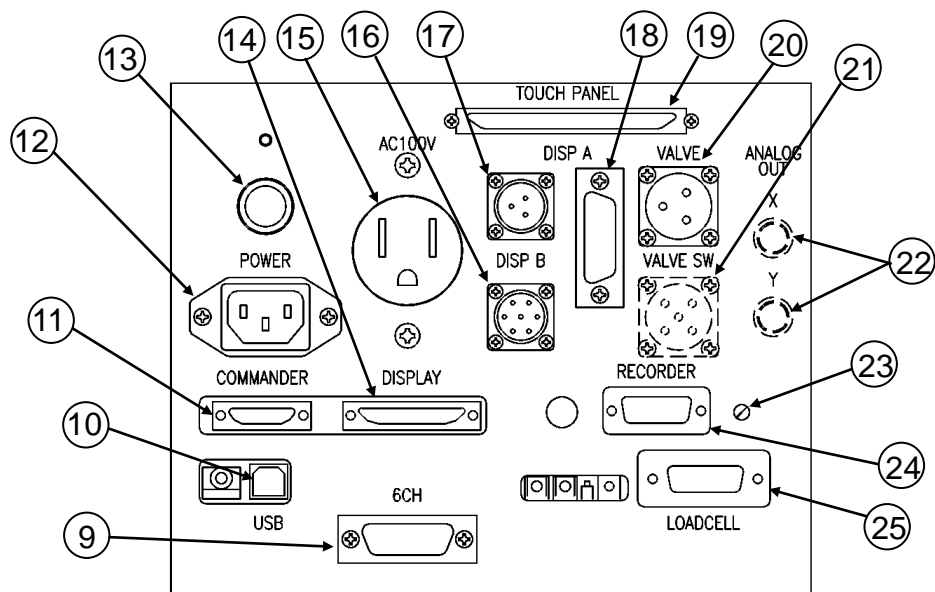

Рис. 3-2. Задняя панель испытательной машины серии STB
**Задняя панель испытательной машины серии STB (Рис. 3-2)**